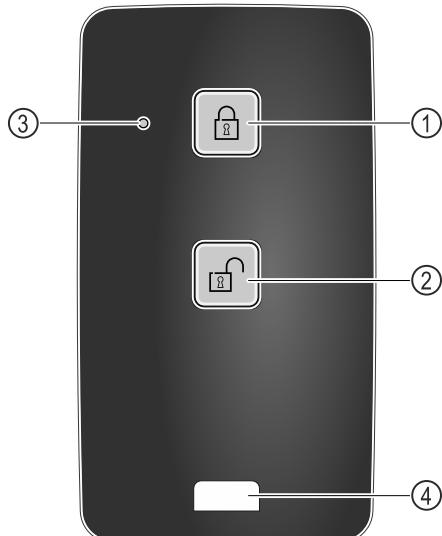

Fig. 219
(3) Светодиод за статуса
(4) Крепежна халка
- Натиснете бутона Fig. 219 (1) на дистанционното управление.
- Натиснете бутона Fig. 219 (2) на дистанционното управление.
- Светодиодът за статуса Fig. 219 (3) осигурява визуална обратна връзка при натискане на бутона.
- Халка Fig. 219 (4) за закрепване на дистанционното управление, например на връзка ключове.